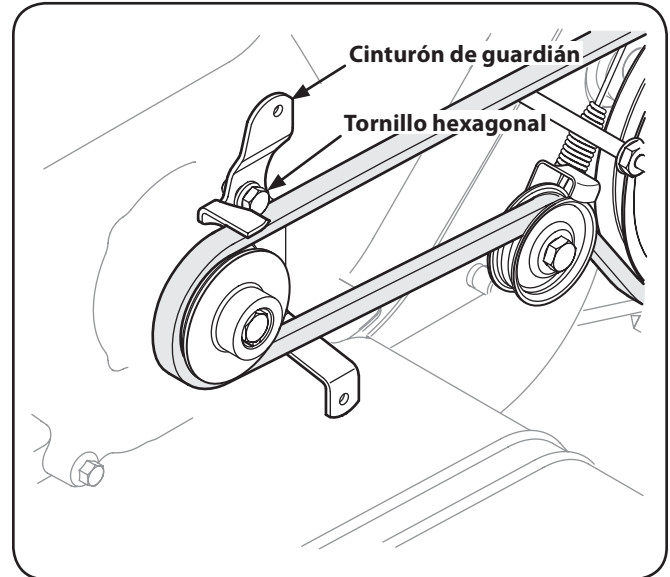

Figura 1-3
4. El uso de un 1/2" llave, retire el tornillo hexagonal de fijación del cinturón de guardián en el motor. Vea la Figura 1-3.